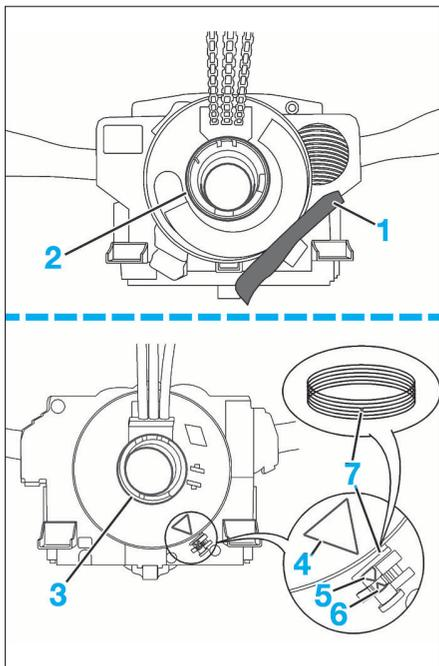
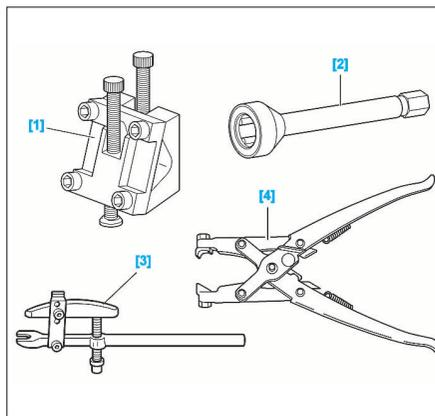

FIG. 6
FIG. 7
- Il est immobilisé par une étiquette de garantie (1) déchirable pour un produit VALEO (anciennement SYLEA) (Fig.6).
• Il est immobilisé jusqu'au montage du volant pour un produit DELPHI (anciennement EATON). Sa position est garantie par l'alignement des 3 triangles (4, 5 et 6) et par une aiguille positionnée dans la 3e rainure (7).
- Appuyer au centre du contacteur tournant (2) ou (3) (Fig.6).
- Sur l'ensemble Delphi, vérifier l'alignement des 3 triangles de repérage (4, 5 et 6) et la position de l'aiguille dans la 3e rainure (7).
*Les faisceaux coussin gonflable et avertisseur sonore doivent être en haut et la bague (2) ou (3) doit se verrouiller.*
**OUTILLAGE SPÉCIFIQUE (FIG.7)**
- poser et serrer le collier de maintien neuf (6) à l'aide de la pince à collier [4]
- Désaccoupler la rotule de direction du pivot à l'aide d'un arrache rotule (outil [3] Fig.7 par exemple).